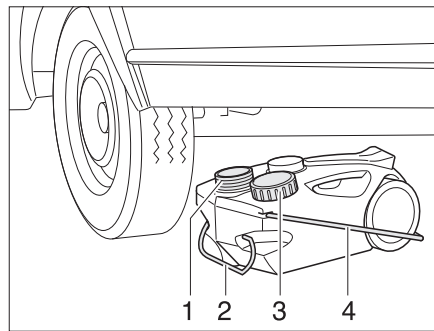

Fig. 137 Depósito de aguas residuales, con ruedas
- Cerrar la abertura del depósito de aguas residuales (Fig. 137,1) con la tapa (Fig. 137,3).
- Extraer el depósito de aguas residuales por el tirador (Fig. 137,2).
- Abatir hacia arriba el tirador (Fig. 137,4) y colocar el depósito de aguas residuales.